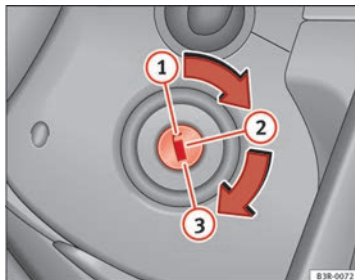

Abb. 135 Stellungen des Zündschlüssels
- Drehen Sie den Zündschlüssel in Position ① ⇒ Abb. 135.